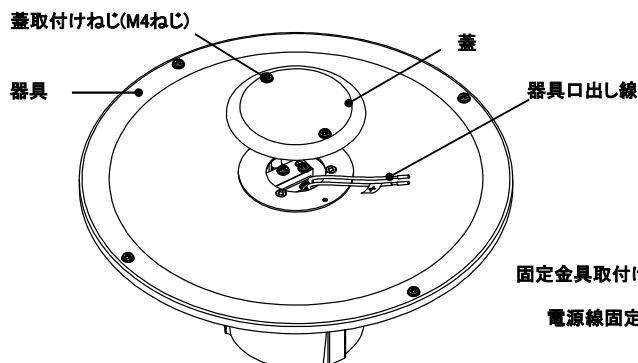

図3
- ② 器具上部の蓋取付けねじ(2本)を緩めて蓋を取り外してください。(図3)